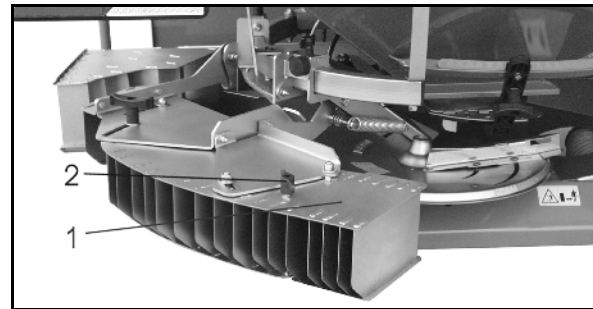
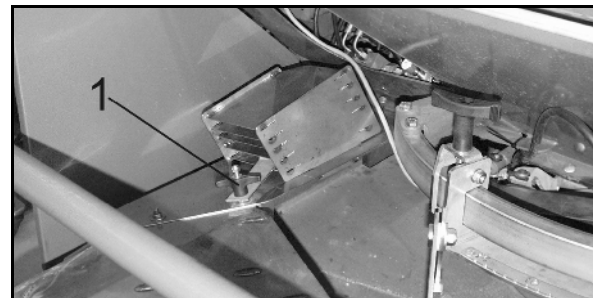

Fig. 66
Fig. 67
1. Løsn vingeskruen (Fig. 66/2), og hæng den ud med skærmen.
4. Foretag sikring af den ekstra skærm (Fig. 66/1) med klemstykket (Fig. 67/1), og før den med i parkeringsposition (Fig. 67).